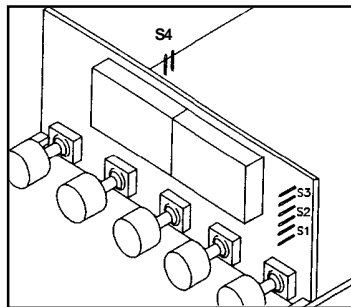

Figure 3-1 : Emplacement des cavaliers S1-S4
2. Ouvrir l'appareil (voir paragraphe 2.3) et installer le cavalier S4 (voir Figure 3-1) pour autoriser la procédure d'étalonnage.